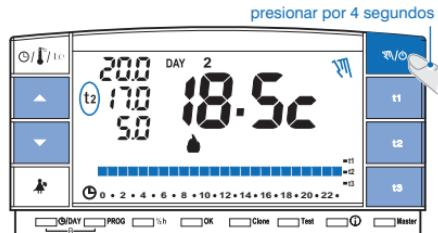

fig. 47
- Mantener presionada la tecla "V/Ø" (unos 4 seg.), el símbolo "VV" permanecerá fijo. El nivel de temperatura actual se aplica a todas las horas del día (ej. fig. 47).